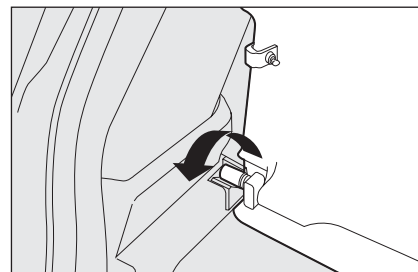

fig. 113
- ☐ Repisa parte anterior: desenganche y gire la repisa en su alojamiento y desengánchela de los dos pernos de las sedes laterales fig. 113.